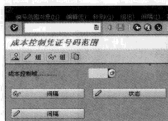

图 5-107 “成本控制凭证号码范围”界面
STEP 1 在命令栏输入 SPRO 命令，通过菜单选择“控制→一般控制→组织结构→维护成本控制凭证的编号范围”选项，或者直接在命令栏中输入 KANK 命令，进入“成本控制凭证号码范围”界面，如图 5-107 所示。